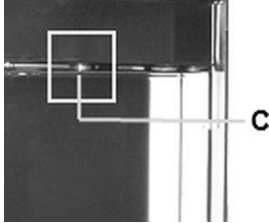

Abb. 9
- drücken Sie die Rückstelltaste (C, Abb. 9), die sich im Inneren des Unterbaus auf dem Steg unterhalb des Bedienfeldes befindet.